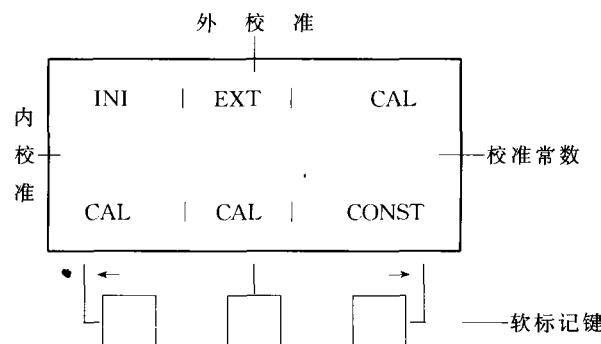

图 11
③它的两排六种字符表示下方三个“软标记”键，定义它们的功能。见图 11。